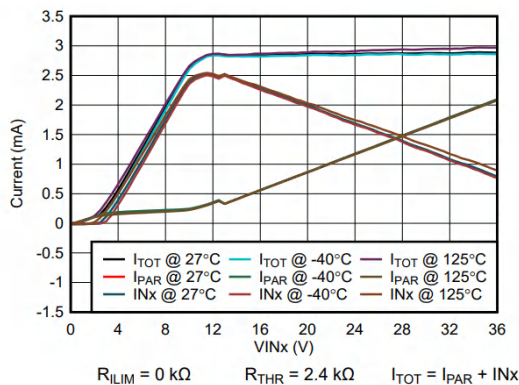

図 8. 入力電圧が変化しても
2. **負性抵抗入力構造を使用した熱特性の向上:**ISO1228 の入力構造は負の抵抗特性を持っており、入力電圧が高くなると、 $R_{PAR}$  を流れる電流の増加を補うためにピン電流が減少します。これにより、図 8 に示すように、すべてのピン電圧について、ピンの合計電流が 3.3mA 未満に維持されます。これにより、部品の放熱性能が向上します。図 6.すべての入力が 30V で電流をシンクしている状態の本製品のサーマル イメージを示しています。室温テストの場合、このデバイスは 55°C までのみ動作します。